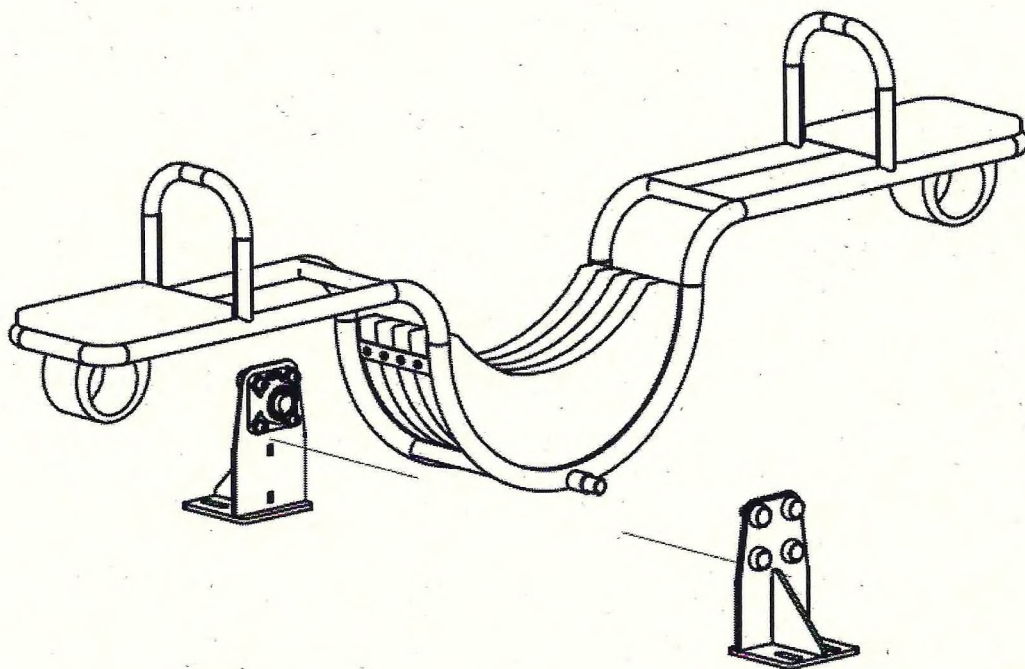

Рис. 4
- 23.4. Наживить подшипниковые элементы опор на оси балансира и зафиксировать их (Рис. 4 и Рис. 5).